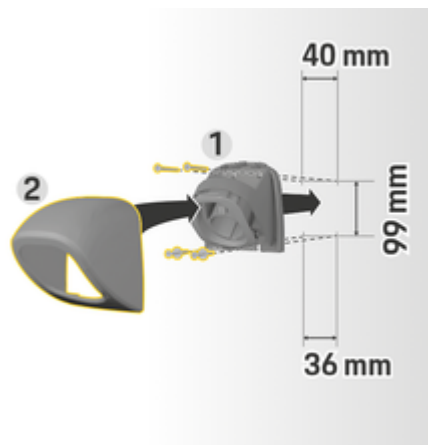

Fig. 45 Medidas de taladrado
1. Retire el soporte de enchufe 1 (Fig. 45) de la cubierta 2 (Fig. 45).
4. Atornille el soporte de enchufe 1 (Fig. 45) a la pared.
5. Coloque la cubierta 2 (Fig. 45) desde abajo sobre el soporte de enchufe 1 (Fig. 45) y presionar hacia arriba.